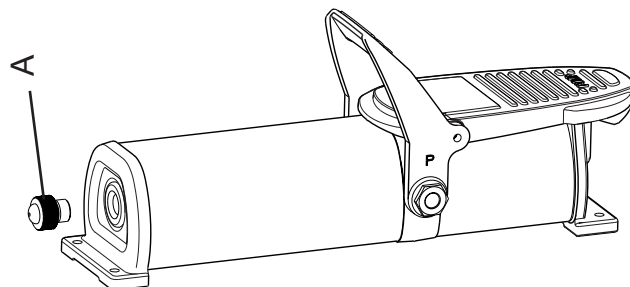

Fig. 6
- Pôr a bomba com o motor pneumático para baixo (Fig. 6).
- Desapertar e remover o bujão de enchimento do óleo (Fig. 6, pos. A).
- 请用气动机将泵体直立在最低的位置（见图6）。
- 松开注油塞的螺钉（图6中位置）。